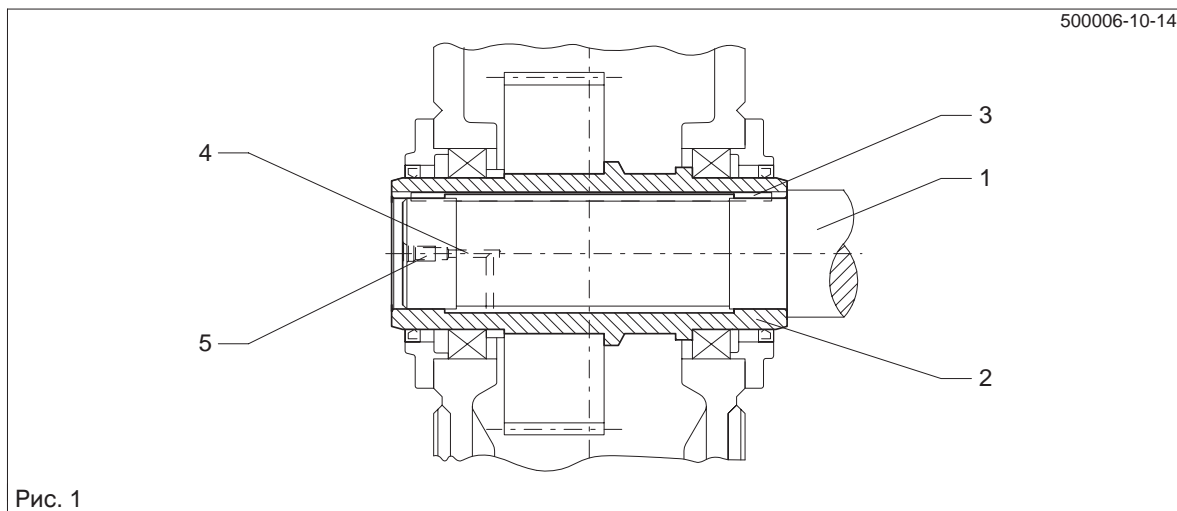

Рис. 1
Для облегчения демонтажа (смотри также пункт 6.4.3), мы рекомендуем, на конце вала рабочей машины предусмотреть разъем для подключения масла под давлением. Для этого необходимо просверлить отверстие, которое должно выходить в расширение пологого вала (смотри Рис. 1).
- При образовании ржавчины на посадочных плоскостях для облегчения снятия передачи насосом закачать под давлением растворитель ржавчины в пустое пространство сверленного отверстия, чтобы он попал на посадочное место. Нанесение растворителя ржавчины можно проводить через сверление в машинном валу (смотри Рис. 1).